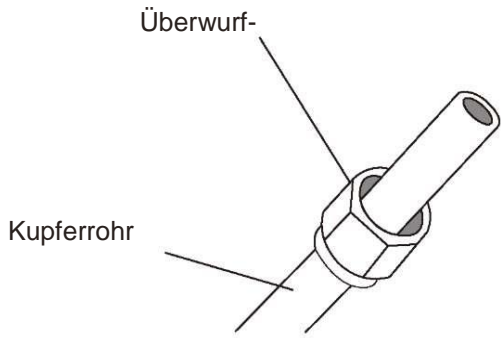

Abb. 5.3
3. Platzieren Sie die Muttern an beiden Enden des Rohres. Vergewissern Sie sich, dass sie in die richtige Richtung zeigen, Sie können sie nach dem Bördeln nicht mehr ändern. Siehe **Abb. 5.3**